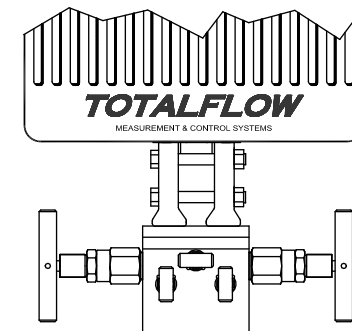

Figura 3 Montaje típico del colector
6. Instale el colector (manifold) en la parte inferior de la unidad; la presión del puerto derecho de la unidad es NORMALMENTE alta (lado ascendente). Controle el número de modelo AMU (Unidad de medida analógica) para constatar si está diseñado para el flujo de izquierda a derecha (4CYC) o de derecha a izquierda (4AYC). También puede buscar en el transductor para (H o +) para el lado alto (L o -) para el lado bajo. En el caso de los colectores de montaje directo, la dirección es muy importante. (Consulte la Figura 3 para ver una configuración típica de colector).